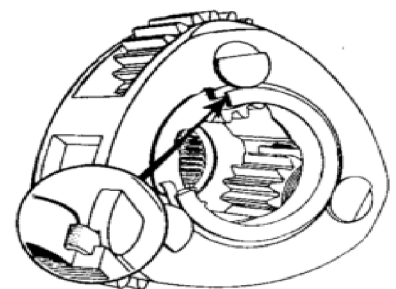

Fig. 336-Planet pinion shafts are retained by "C" ring as shown. Bend ends of ring into depression in carrier (inset) to secure the ring.
335. Planet Rondsel Assen(2) zijn een fit in carrier (3) en worden vastgehouden door "C" ring (4) die draait in een sleuf in drager zoals getoond in Inzet, Fig. 336. Om het apparaat uit elkaar te halen, recht einde van "C" ring en draai ring totdat assen vrij zijn. Trek de schacht en schuif pinion en lager, oppassen niet te verliezen een van de losse naald rollen (7- Fig. 335). Monteer door de demontageprocedure om te draaien. Buig de uiteinden van "C" ring in depressie in drager zoals getoond in Inzet, Fig. 336. Planet pin-ionen en lagers zijn uitwisselbaar in oude en nieuwe eenheden. montage Indien nodig om de laatste aandrijfring versnelling te vernieuwen, positie verwijderen tool (Nuday tool Nr. SW6-56) aan de buitenzijde van het tandwiel als Coat de as